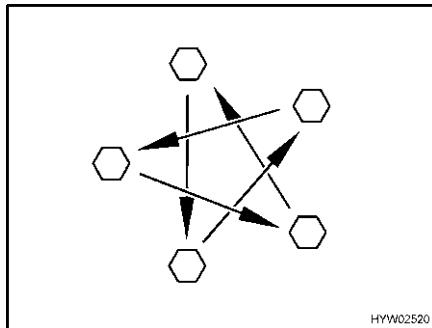

Fig. 96 Serrare a croce i dadi o i bulloni delle ruote
- Controllare regolarmente il serraggio dei dadi o dei bulloni. Regolare a croce (Fig. 96) il serraggio dei dadi o dei bulloni di una ruota sostituita dopo circa 50 km.